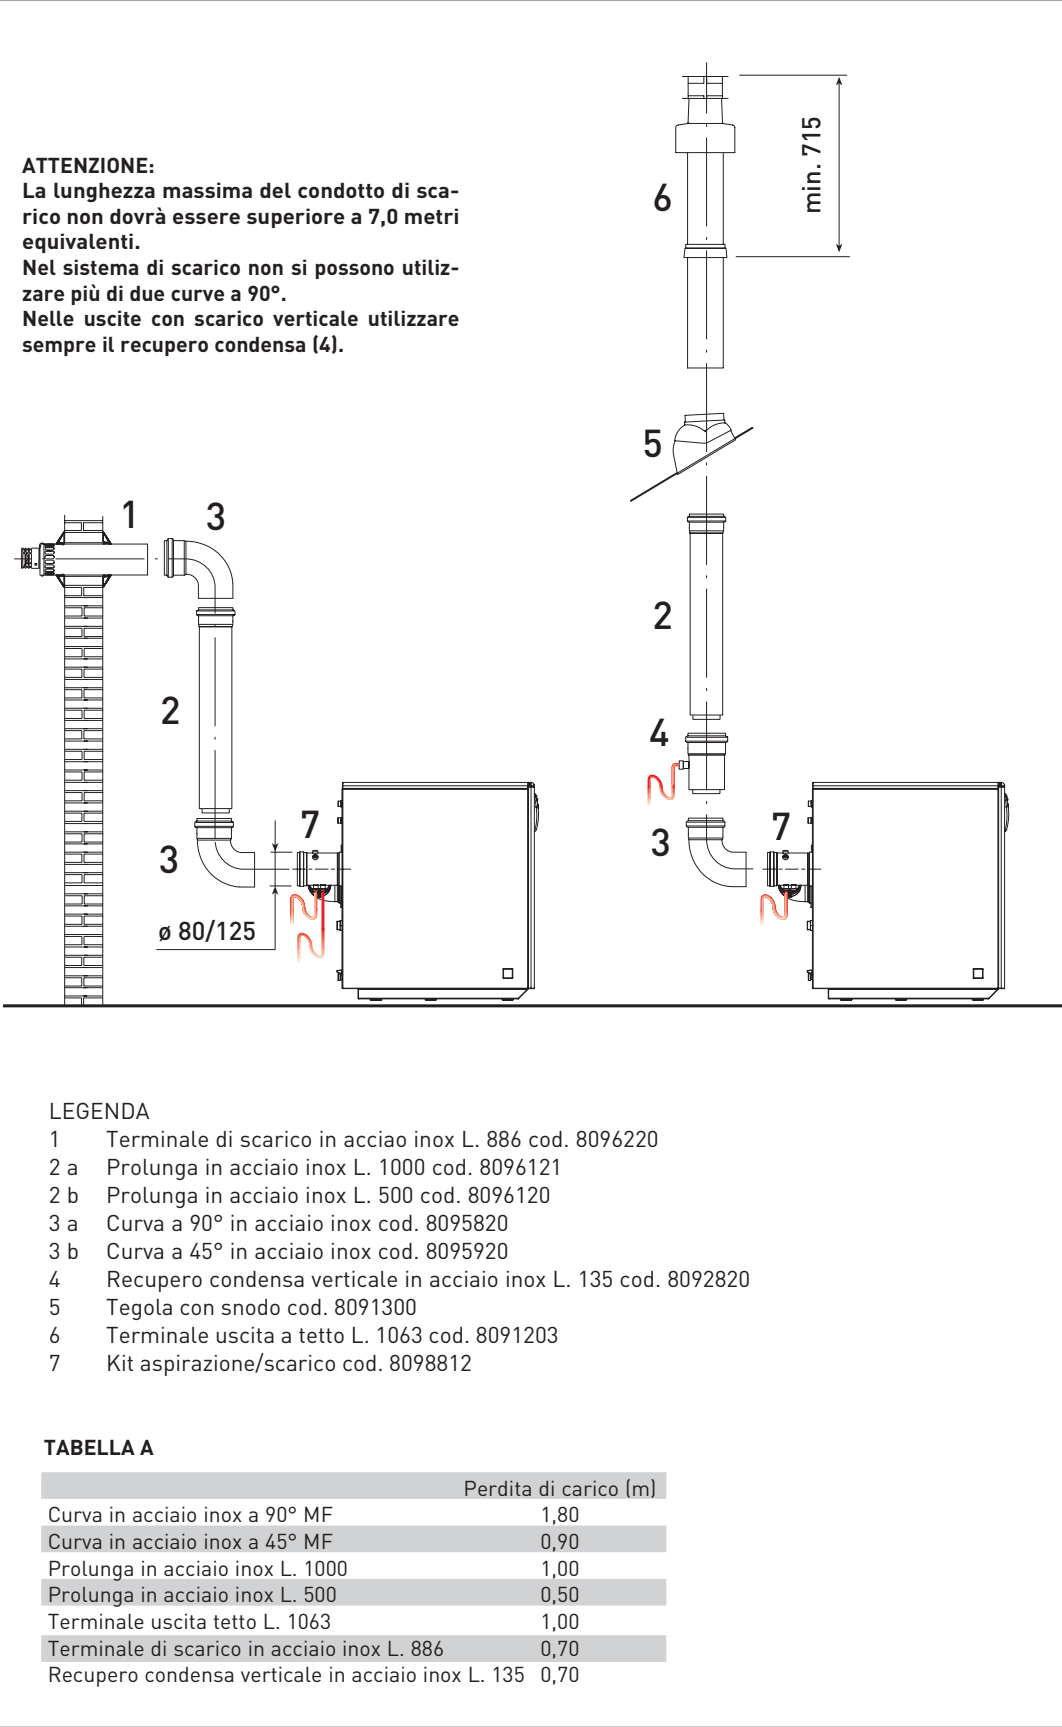

Fig. 4/a
2.4.2 Scarico fumi con condotto coassiale ø 80/125 (fig. 4/a)
locale (fig. 4/a).